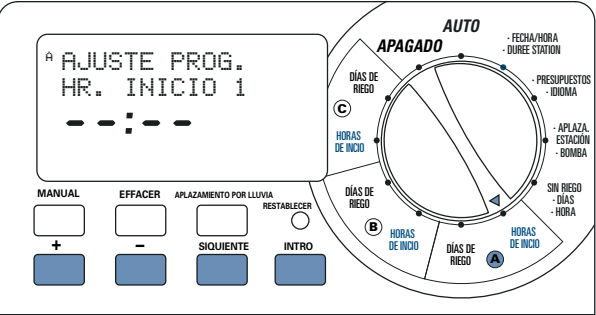

Ilustración 5: Ajuste de la hora de inicio
- Ponga el dial selector en posición **HORA DE INICIO** en el programa que desee ajustar. Esta pantalla mostrará una A, B o C, según el programa que haya seleccionado. [Ilustración 5]